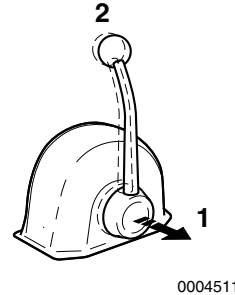

Abbildung 15
Wenn der Hebel ausgerastet wird (**Abbildung 15, (1)**), kann die Drehzahl ohne Einkupplung des Schiffsgetriebes gesteuert werden. Das Schiffsgetriebe bleibt in der Stellung NEUTRAL, keine Last. Drehen Sie den Hebelknopf (**Abbildung 15, (2)**) gegen den Uhrzeigersinn, um den Hebel zu verschieben, oder im Uhrzeigersinn, um den Hebel zu arretieren.